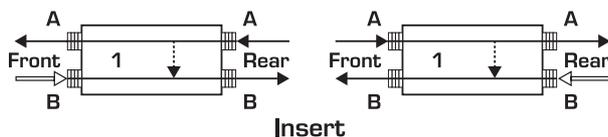

Abb. 1.2: Insert-Konfiguration (Modus 1)
Diese Betriebsart bezeichnet man als "Input Break". Sie funktioniert auch spiegelverkehrt (siehe Abb. 1.2), wobei in diesem Fall der Signalfluss aufgetrennt wird, sobald Buchse (B) auf der Rückseite belegt ist. Modus 1 eignet sich z. B., um die Master-Inserts Ihres Mischpults mit den Ein- und Ausgängen Ihres Kompressors zu verbinden. Ebenso können Kanal-Inserts mit den Ein- und Ausgängen Ihres Equalizers verbunden werden.